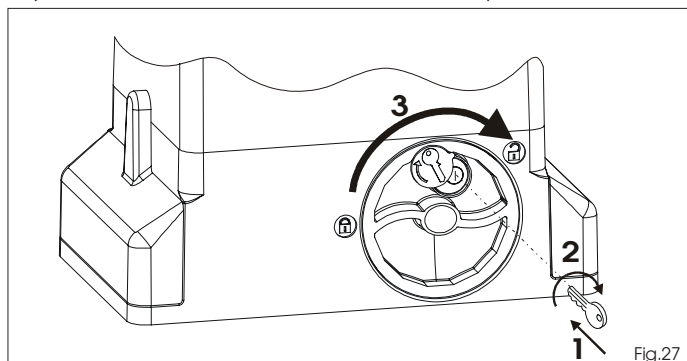

Fig.27
- 1) Inserire l'apposita chiave in dotazione e ruotarla in sensu orario come indicato in Fig.27 rif.1 e 2.
- 2) Ruotare il sistema di sblocco in sensu orario sino all'arresto meccanico, Fig.27 rif.3.